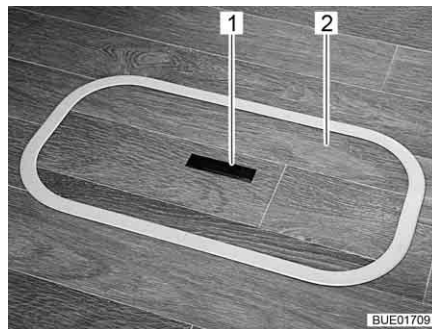
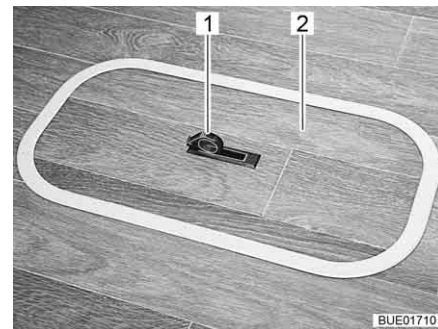

Bild 62 Abdeckung Bodenfach (Griff versenkt)
Bild 63 Abdeckung Bodenfach (Griff herausgeschwenkt)
- Auf einer Seite die Griffplatte (Bild 62,1) nach unten drücken. Der Griff (Bild 63,1) schwenkt nach oben.
- Die Abdeckung (Bild 62,2 bzw. Bild 63,2) nach oben abnehmen.